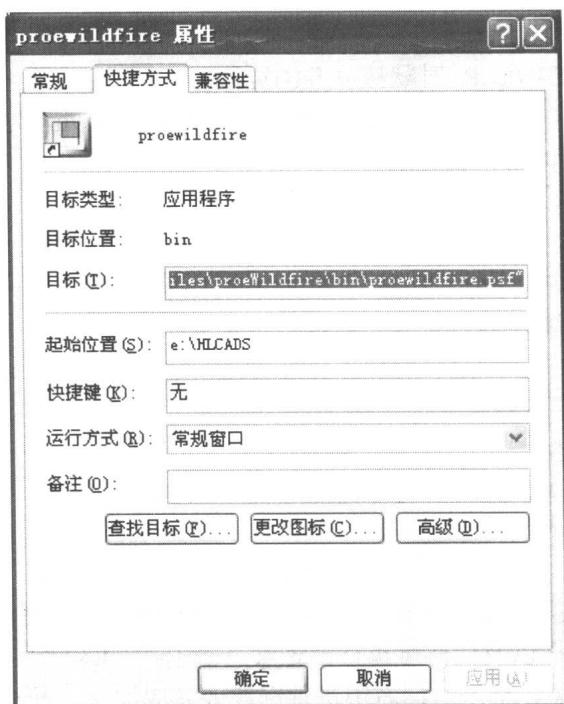

图 1-2-7 属性对话框
(1) 设置临时工作目录。选择“文件/设置工作目录”菜单打开“选取工作目录”对话框，通过该对话框可以方便地设置工作目录。
(2) 通过 Windows 的“属性”对话框设置工作目录。在 Windows 桌面右击 Pro/ENGINEER Wildfire 图标，弹出如图 1-2-7 所示的对话框。